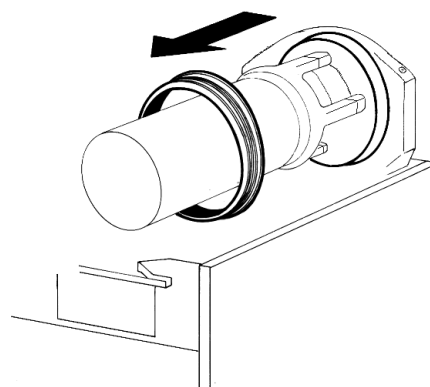

figura 9
- 4 - Quitar de su alojamiento la junta del contenedor (ver figura 9).